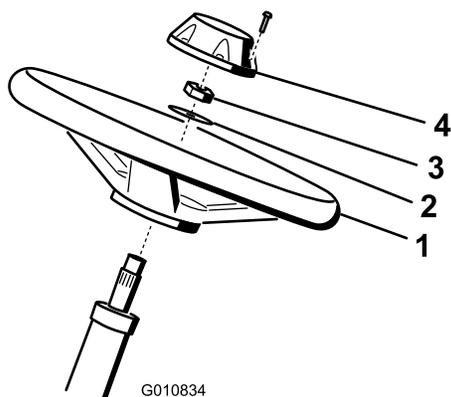

図 5
1. ハンドルをステアリング シャフトにはめ込む（図 5）。
2. ワッシャをステアリング・シャフトにはめ込む（図 5）。
3. ジャムナットでハンドルを固定し、2.8～3.6 kg.m にトルク締めする（図 5）。
4. キャップを取り付け、ねじで固定する（図 5）。